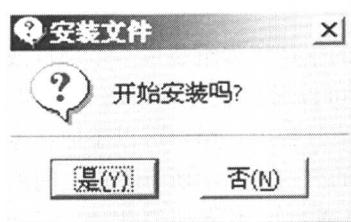

图 1-10 “安装文件”对话框
(10) 出现“安装文件”对话框，如图 1-10 所示。单击 **是(Y)** 按钮，开始安装。安装完成后，在“安装进度”对话框中单击 **下一步 ➤** 按钮。在出现的“安装完成”对话框中单击 **是(Y)** 按钮，退出 PTC. Setup，完成 Pro/E 2001 软件的所有安装任务。